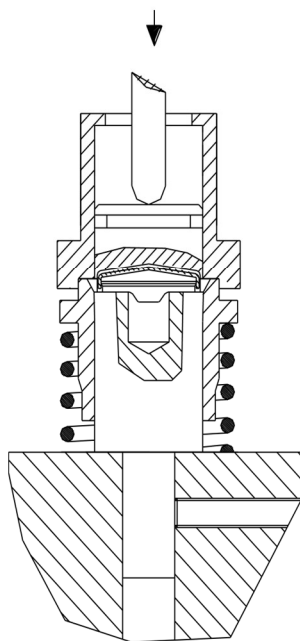

Figure 6
3. Obróć ramię zgodnie z ruchem wskazówek zegara. Trzpień przesuwają się w dół i operacja powlekania guzika jest zakończona. (Rys.6)